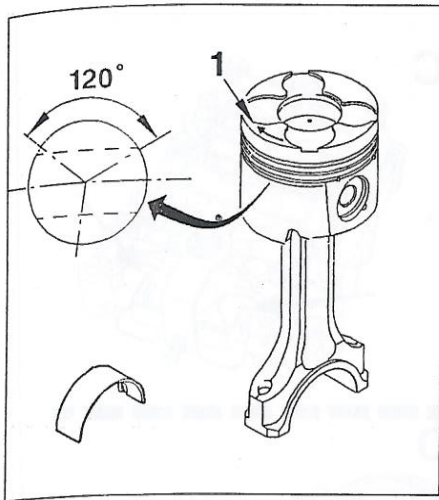

FIGURA 1-34
- Montar los segmentos en los pistones y separar los cortes a 120°, decalándolos con relación al bulón y al corte del segmento rascador (**figura 1-34**).